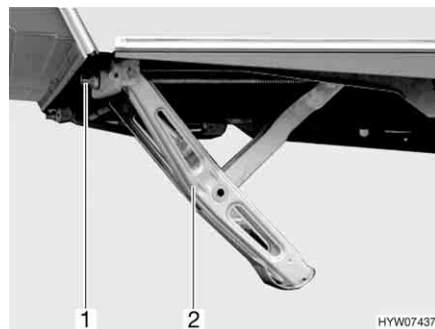

Fig. 23 Stabilisateur abaissé
- Pour cela, placer la manivelle livrée en série avec la caravane sur l'écrou à six pans (Fig. 23,1 ou Fig. 24,1) du stabilisateur (Fig. 23,2 ou Fig. 24,2).